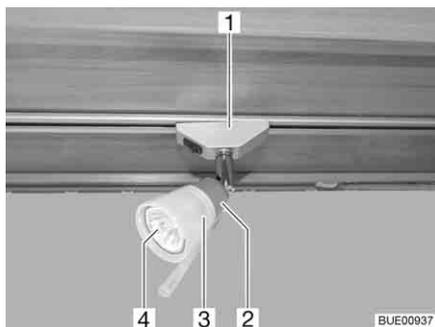

Fig. 222 Foco halógeno (desplazable)
- Girar el foco halógeno (Fig. 222,1) 90° y sacarlo del riel.
- Girar la pantalla de lámpara (Fig. 222,3) en sentido contrario a las agujas del reloj.
- Retirar la pantalla de lámpara y la bombilla halógena (Fig. 222,4) con cuidado del portalámparas (Fig. 222,2).